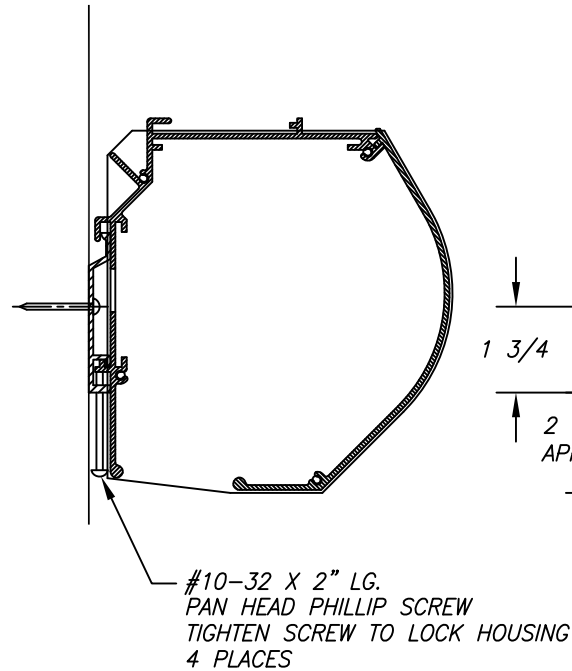

FIGURE 2
- 3 - HOUSING SHOULD BE SIT AND HANG STRAIGHT DOWN OF WALL AS SHOWN IN FIGURE 2.